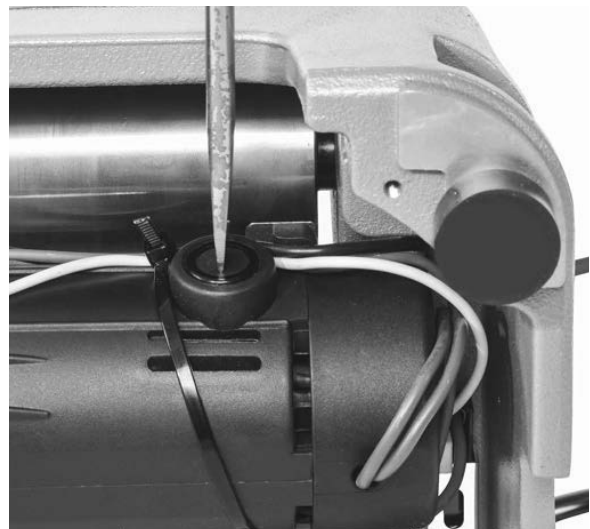
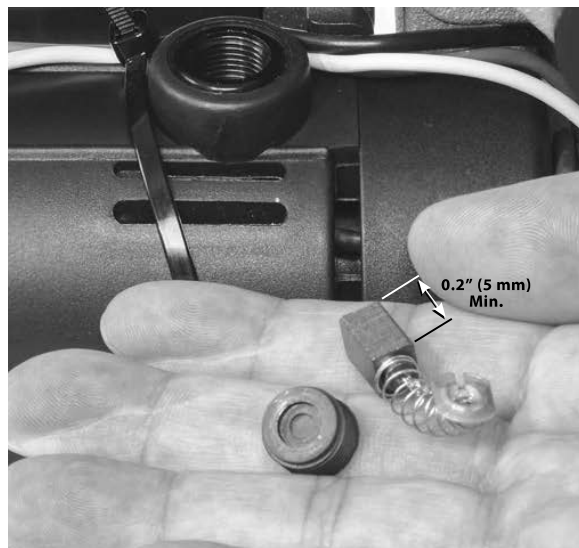

Abbildung 17 – Entfernen der Bürstenkappe
Abbildung 18 – Überprüfen der Bürstenlänge
3. Verwenden Sie einen Schraubendreher, um die Bürstenkappen (Abbildung 17) zu lösen und zu entfernen. Entfernen Sie die Kohlebürsten vorsichtig und prüfen Sie die Länge (Abbildung 18). Wenn die Bürstenlänge weniger als 5 mm (0,2") beträgt, wechseln Sie die Bürsten.